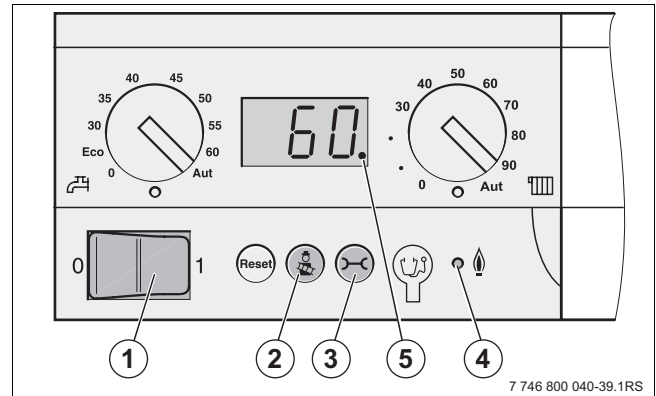

Fig. 58 Pannello di servizio del dispositivo di controllo di base
- ▶ Posizionare l'interruttore (→ fig. 58, [1], pag. 42) nel pannello di servizio su "0" (Off).